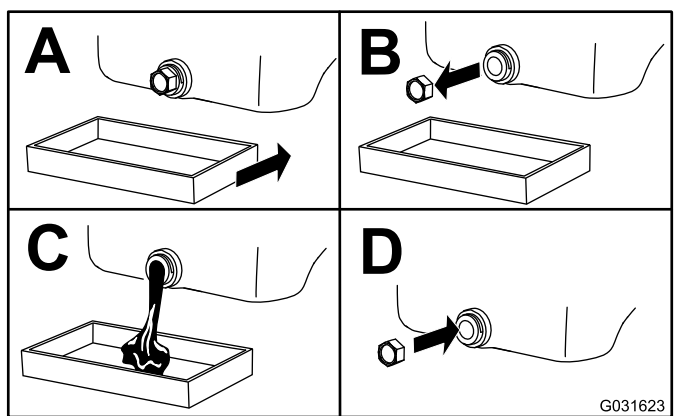

Рисунок 38
4. Замініть масло двигуна, як показано в Рисунок 38.